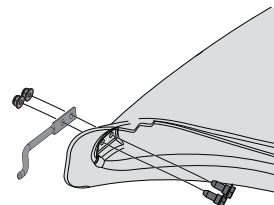

Figura 18
- Desde el interior del maletero, pase dos tornillos de tope de cabeza hexagonal (738-1225) a través de los orificios en la parte inferior delantera del maletero. Consulte la Figura 18.
- Coloque la varilla de montaje (747-06309) en su lugar sobre los tornillos de tope de cabeza hexagonal. Verifique que la punta de la varilla mire hacia afuera del maletero. Consulte la Figura 18.
- Comience a roscar las tuercas hexagonales (712-04064) en los tornillos de tope de cabeza hexagonal. Consulte la Figura 18.